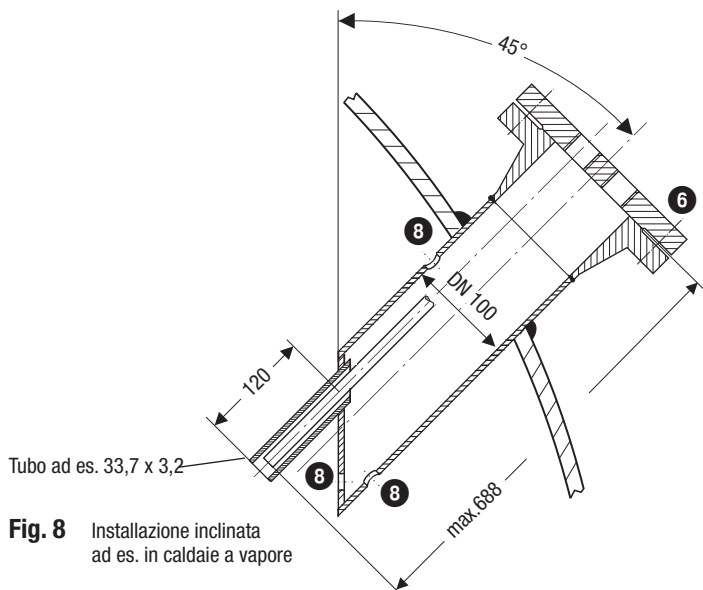

Fig. 8 Installazione inclinata
- L'angolo di inclinazione della sonda può essere massimo di 45 °. La lunghezza è limitata in questo caso a 688 mm. **Fig. 8**